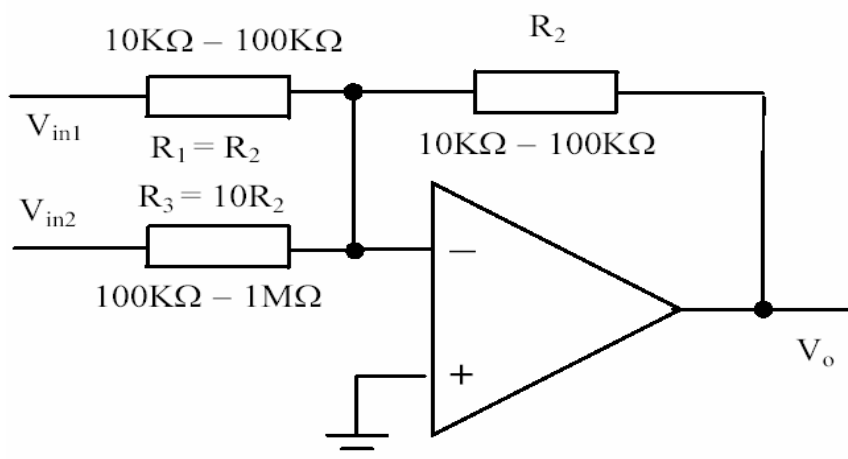

Рис. 18. Двухвходовый суммирующий усилитель
1. Реализуйте схему, изображенную на рис. 18. Не забудьте подключить питание к ОУ.